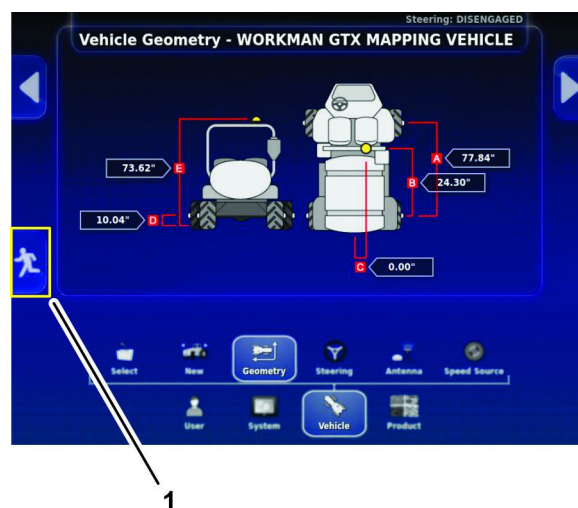

Figura 194
1. Icono Receptor de satélite y Suelo (E)
6. Pulse el icono SALIR DE CONFIGURACIÓN (Figura 194).